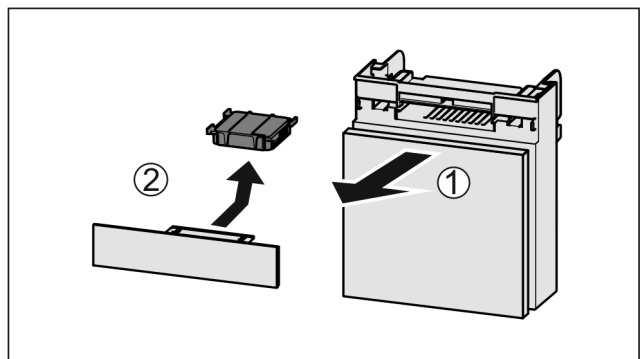

Fig. 99
- ▶ Trekk ut Fig. 99 (1) hyllen fremover.
- ▶ Ta ut Fig. 99 (2) aktivkullfilteret.